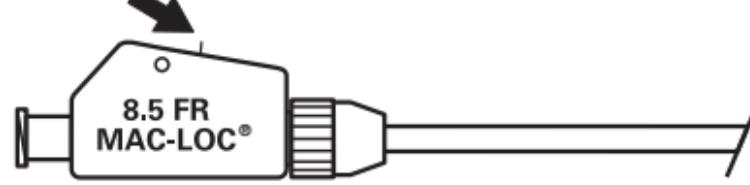

Fig. 3
- c. Corte o excesso de fio de sutura. (**Fig. 3**)